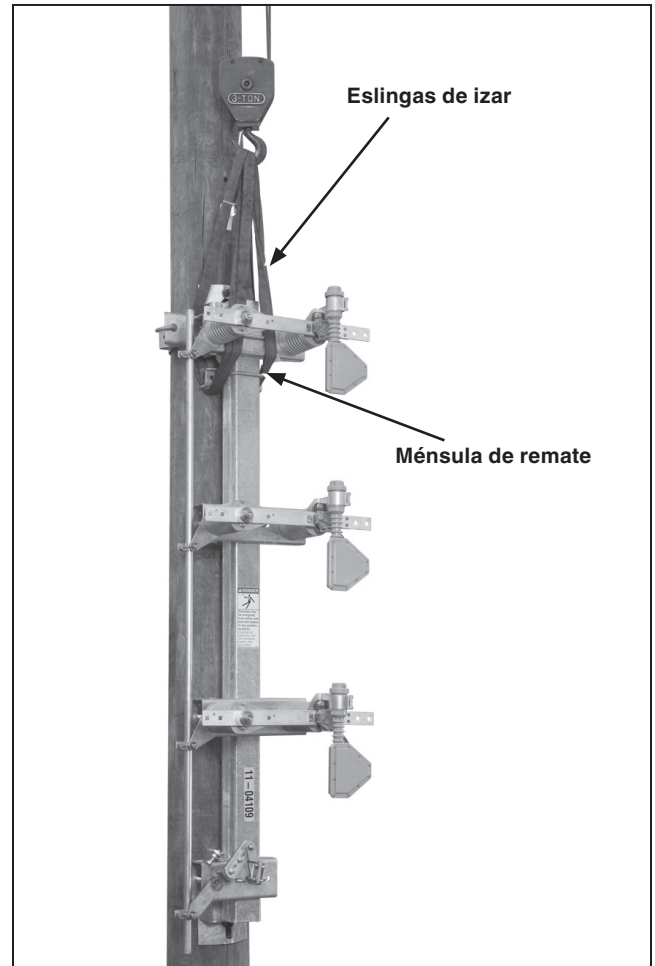

Figura 8. Izamiento del interruptor fase sobre fase a su posición.
- (c) Levante el interruptor como se muestra en la Figura 8 hasta que las eslingas de izar estén apenas tensas.